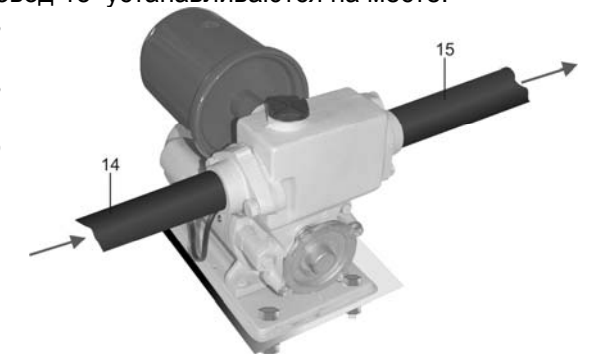

Рис.2
7. МОНТАЖ (Рис.2)
7.1. Насос необходимо закрепить к полу или к другой ровной и устойчивой поверхности с помощью четырех болтовых соединений (не комплектуются), как показано на Рис.2.
8.2.2. Проверьте, есть ли вероятность опорожнения всасывающего трубопровода 14 (Рис.2). Если есть, то не оставляйте насос без надзора, чтобы он не работал "на сухую".
8.2.6. Откройте запорную арматуру на подающем трубопроводе 15 (Рис.2), чтобы воздух мог выйти из него.
8.3.2. Проверьте, поступает ли вода в подающий трубопровод 15 (Рис.2).